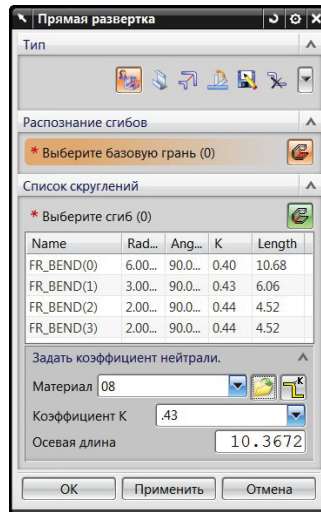

Рис. 3.13. Распознавание сгибов
4. Решите задачу распознавания сгибов. В разделе **Тип** нажмите кнопку **Распознавание сгибов**. Далее в подразделе **Распознавание сгибов** щелкните по кнопке **Выберите базовую грань**, укажите курсором на грань базы и подтвердите выбор. Для получения результата нажмите на клавишу **Применить**. В разделе **Список скруглений** появится перечень выявленных сгибов модели с найденными величинами радиусов, углов, коэффициентов положения нейтрального слоя и длиной дуги изгиба нейтрального слоя для данного металла (рис. 3.13).